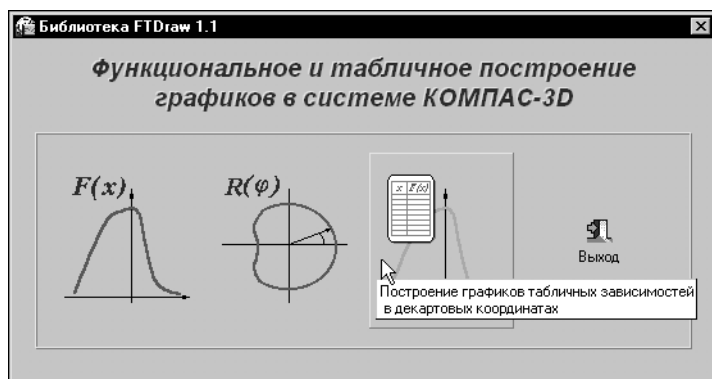

Рис. 48.17. Подключение режима построения графиков табличных зависимостей
2. Задайте режим работы библиотеки, нажав кнопку построения графиков табличных зависимостей (рис. 48.17).